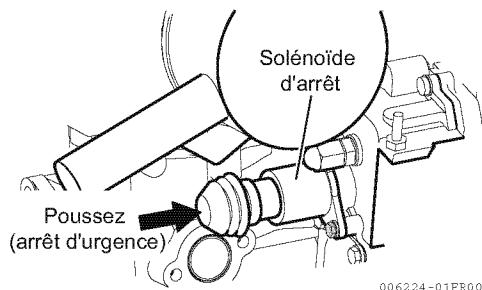

Figure 13
- 2- Actionnez le démarreur tout en poussant le bouton d'arrêt d'urgence (**Figure 13**) au dos de la pompe à carburant. Cela arrête l'alimentation en carburant.